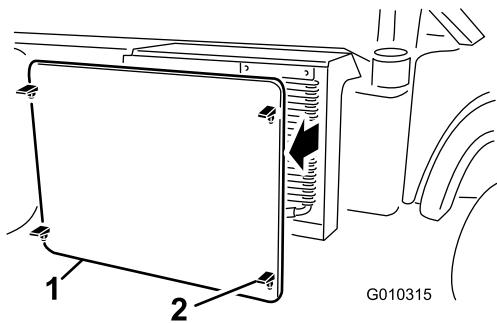

Figura 58
2. Desengate e retire o filtro do radiador da frente do radiador (Figura 58).